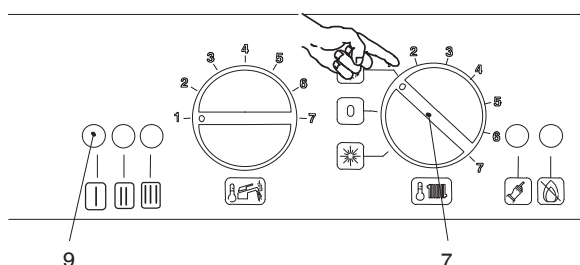

Fig. 2.4
3. If the boiler is to be used for c.h. and d.h.w. position the function selector 7 as in Fig. 2.4. The appliance operation light 9 will flash every 2 seconds (operating boiler).
3. Если котел должен работать в режиме отопления и приготовления горячей воды, переключатель 7 должен находиться в положении как указано на рис. 2.4. Индикатор котла 9 будет мигать каждые 2 секунды (котел работает).